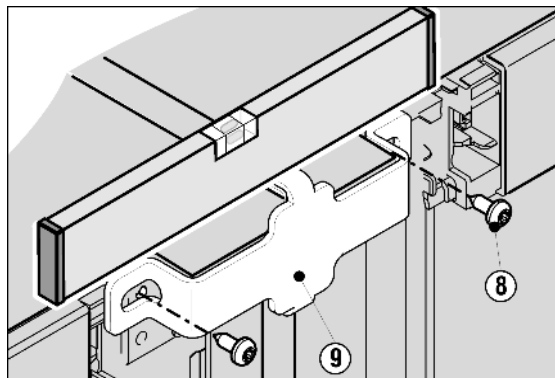

Fig. 5
- Premere assieme i due apparecchi e allineare di nuovo e durante questa operazione sul lato anteriore in alto, con le viti Fig. 5 (8) avvitare la grande squadra di fissaggio Fig. 5 (9). Eventualmente praticare fori a vite o utilizzare un avvitatore a batteria.